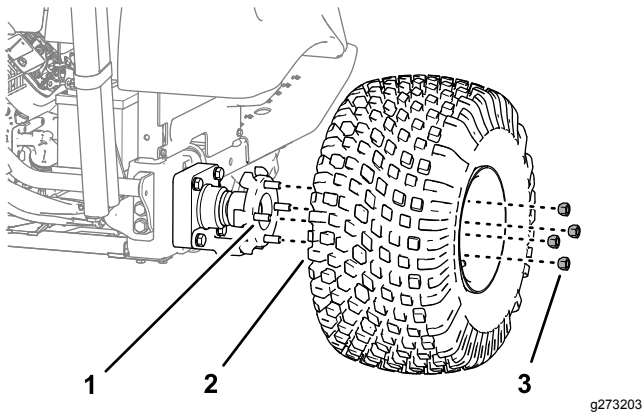

图29
- 卸下将车轮固定至轮毂的 4 个车轮螺母然后卸下车轮和轮胎图29。